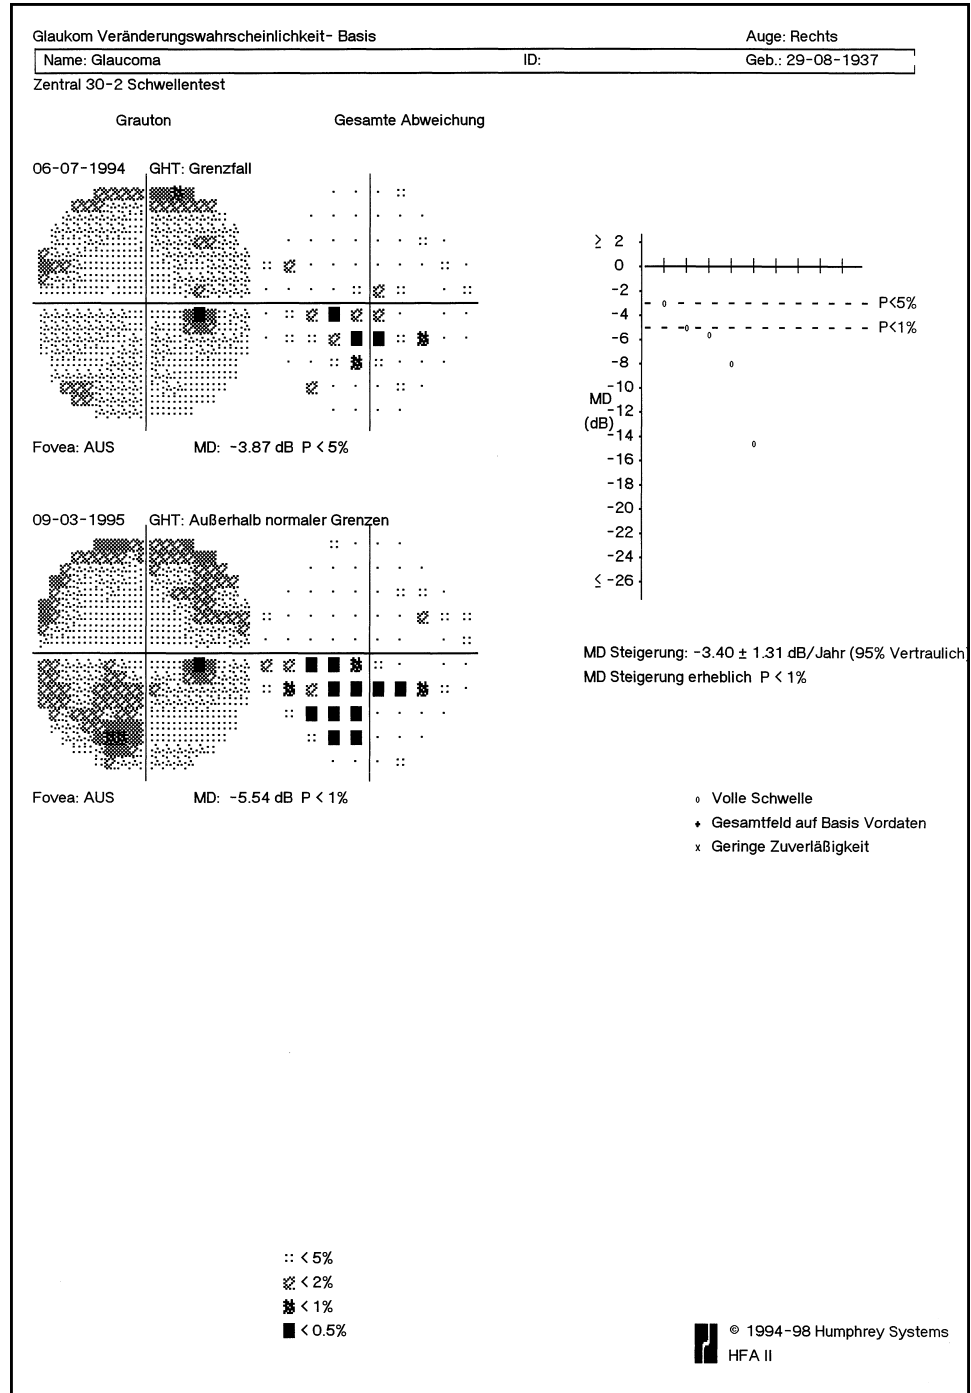

Abbildung 7.7: Glaukom-Veränderungswahrscheinlichkeit – Basislinientests
Der Ausdruck der Glaukom-Veränderungswahrscheinlichkeit (Abbildung 7.7 und 7.8) enthält die Patientendaten, die auf anderen STATPAC-Ausdrucken erscheinen. Links oben auf dem Ausdruck befinden sich die Darstellungen (Grauton- und Gesamtabweichungsdiagramm) der Daten der Basislinien-Tests. Im rechten oberen Abschnitt befinden sich ein Diagramm der mittleren Abweichung (MD) für jeden Test sowie die lineare Regressionsanalyse der mittleren Abweichung, die weiter unten beschrieben wird. Die erste Spalte links im Ausdruck enthält die Grautondarstellung der Testergebnisse. Das Gesamtabweichungsdiagramm folgt in der zweiten Spalte. Dies sind die einzigen Datendarstellungen für die beiden Basislinien-Tests. Unmittelbar darüber ist angegeben, ob die Ergebnisse des Glaukom-Hemifeldtests (GHT) innerhalb oder außerhalb des Normalbereichs lagen oder Grenzfälle darstellten. Die mittlere Abweichung vom Normalwert dieses Tests ist zwischen dem Grauton- und dem Gesamtabweichungsdiagramm angegeben.